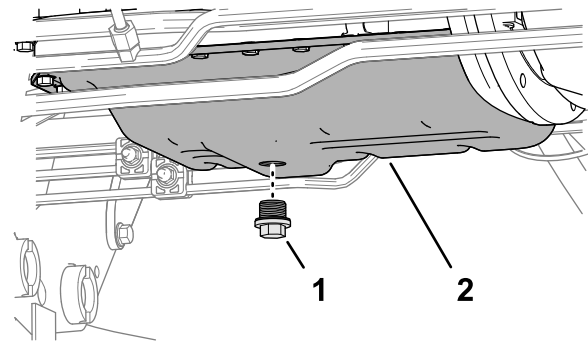

Bild 125
- Entfernen Sie die Ablassschraube (Bild 125) und lassen das Öl in die Auffangwannen abfließen.